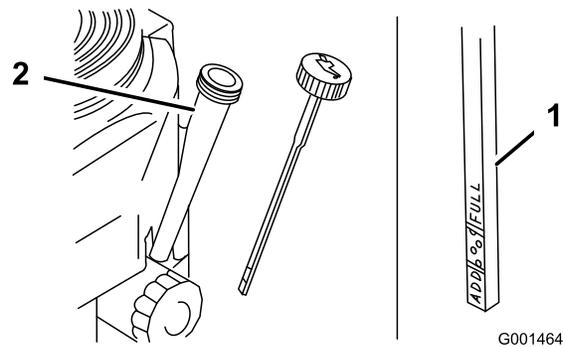

Figure 26
4. Nettoyez la surface autour de la jauge d'huile (Figure 26) pour éviter que des impuretés ne tombent dans l'orifice de remplissage et n'endommagent le moteur.
5. Dévissez la jauge d'huile et essuyez soigneusement son extrémité (Figure 26).
6. Remettez la jauge au fond du tube de remplissage, mais sans la visser (Figure 26).
8. Versez avec précaution environ 80 % de la quantité d'huile spécifiée dans le tube de remplissage (Figure 26).